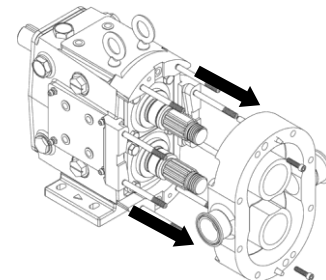

Figura 27: Retirar el cuerpo de la bomba
5) Retire los dos tornillos de sujeción del cuerpo con el destornillador apropiado. Jale el cuerpo de la bomba deslizando a lo largo de los pernos (Figura 27). Si el cuerpo está atascado, use un mazo suave para golpear el cuerpo. Inspeccione el cuerpo para ver si está excesivamente desgastado, límpielo y continúe con el mantenimiento del sello. Es importante volver a ensamblar el cuerpo de la bomba en la caja de engranes original porque los ejes están calzados para ese cuerpo en particular.